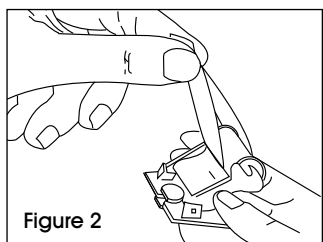

Figure 2
2. Insérez le papier dorsal plié entre le rouleau encreur et le transporteur. Tirez pour libérer l'ancien rouleau encreur. (Voir figure 2)